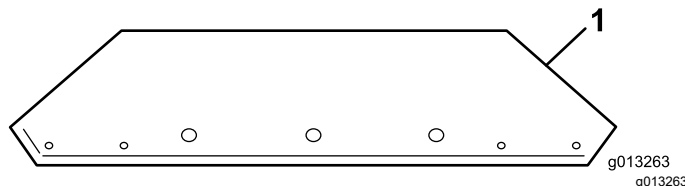
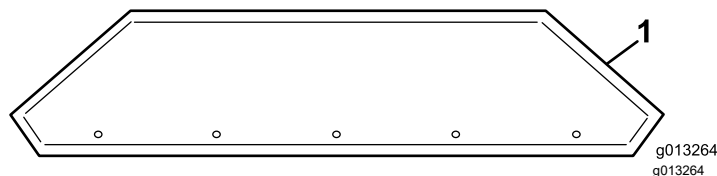

Figura 12
Figura 13
1. Îndepărtați extensiile pentru buncărul de alimentare din cutie și identificați partea din față și cea din spate (Figura 12 și Figura 13).